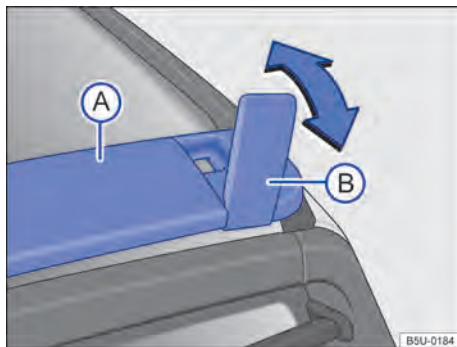

Fig. 163 No teto: travessa e suporte articulado.
Utilizar somente a travessa do teto → Fig. 163 (A) e os suportes articulados (B) como apoio para fixar os objetos com maior altura ou que não possam ser acomodados totalmente no assoalho do compartimento de carga → ⚠️.